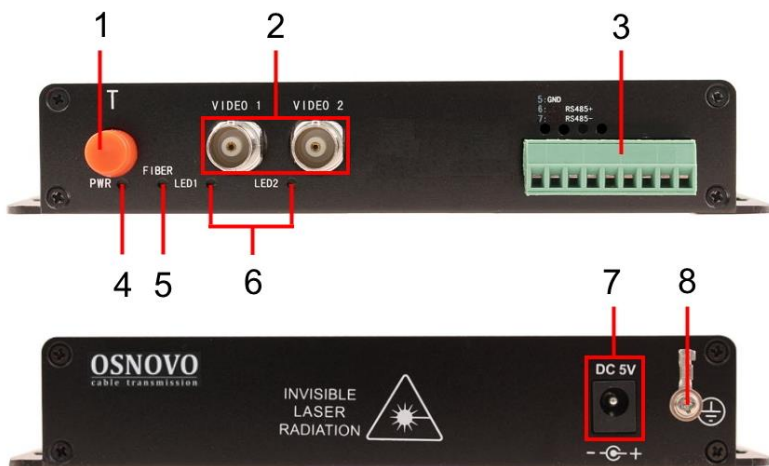
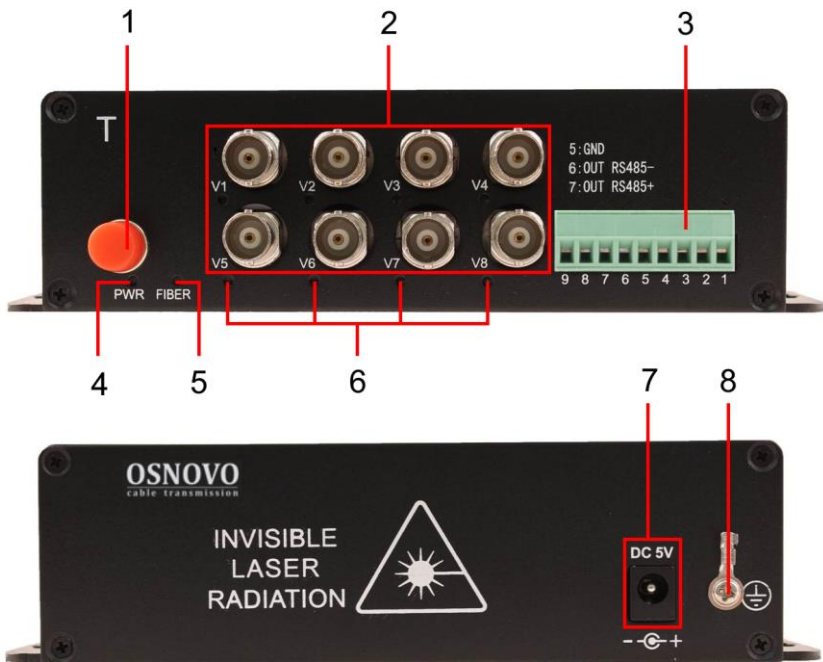

Рис.7 Разъемы подключения и индикаторы передатчика TA-H22-15F / приемника RA-H22-15F
Рис.9 Разъемы подключения и индикаторы передатчика TA-H82-15F / приемника RA-H82-15F
Передатчики TA-Hxx-15F имеют маркировку «Т» на корпусе рядом с разъемом FC (1) Рис.7 - Рис.9.